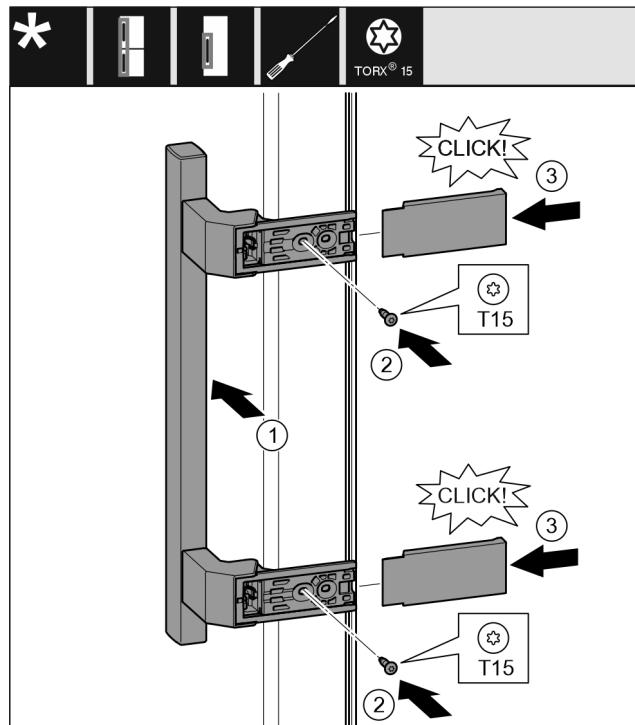

Fig. 12
- Поставете дръжката от другата страна. Fig. 12 (1)
- С отвертка T15 затегнете винтовете. Fig. 12 (2)
- Поставете отстрани капациите и ги нахлузете. Fig. 12 (3)